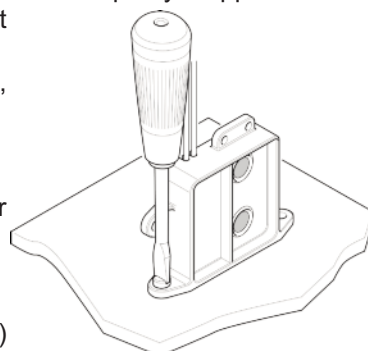
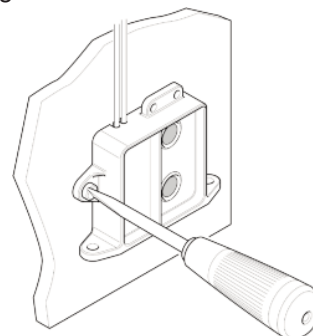

Bild 1 Användning av brytarbasen
Bild 2 Användning av monteringsöglor
1. Montera brytaren vertikalt enligt bild 1 (ledningarna placerade längst upp). Placera brytaren så nära pumpen som möjligt för att säkerställa samma vattennivå.
1. Använd brytarbasen (bild 1) eller monteringsöglor (bild 2) som mall för att märka ut hålen i monteringsblocket.